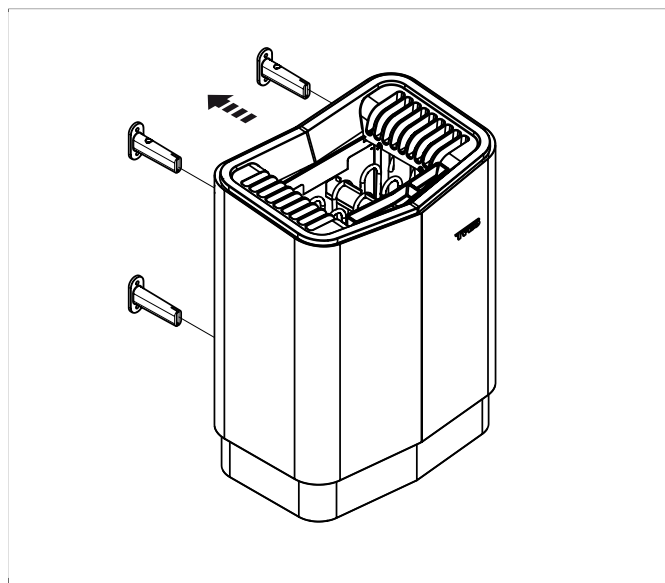

Рисунок 13: Вставление устройства
12. Повесьте устройство на кронштейны, придвинув его прямо к стене (см. **Рисунок 13**, страница 6). Возможно, потребуется немного ослабить винты кронштейна. Повесив устройство, снова закрутите винты.